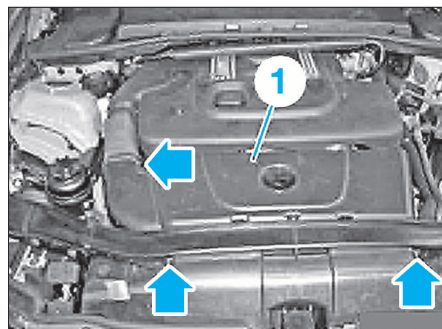

FIG. 2
- Déposer les vis (flèches) puis le conduit d'air (1) (Fig.2).